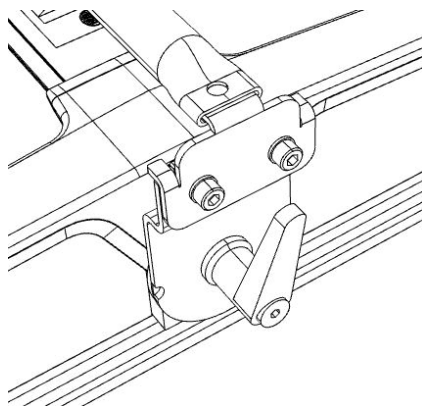

Bild 1: Montage des Haltebügels
- Legen Sie den Bügel auf die Aufnahmen des SkyPanel S360-C (siehe Bild 1).
- Lösen und entfernen Sie je zwei Schrauben pro Seite am Gerät (6 mm Innensechskantschlüssel, siehe Bild 1).